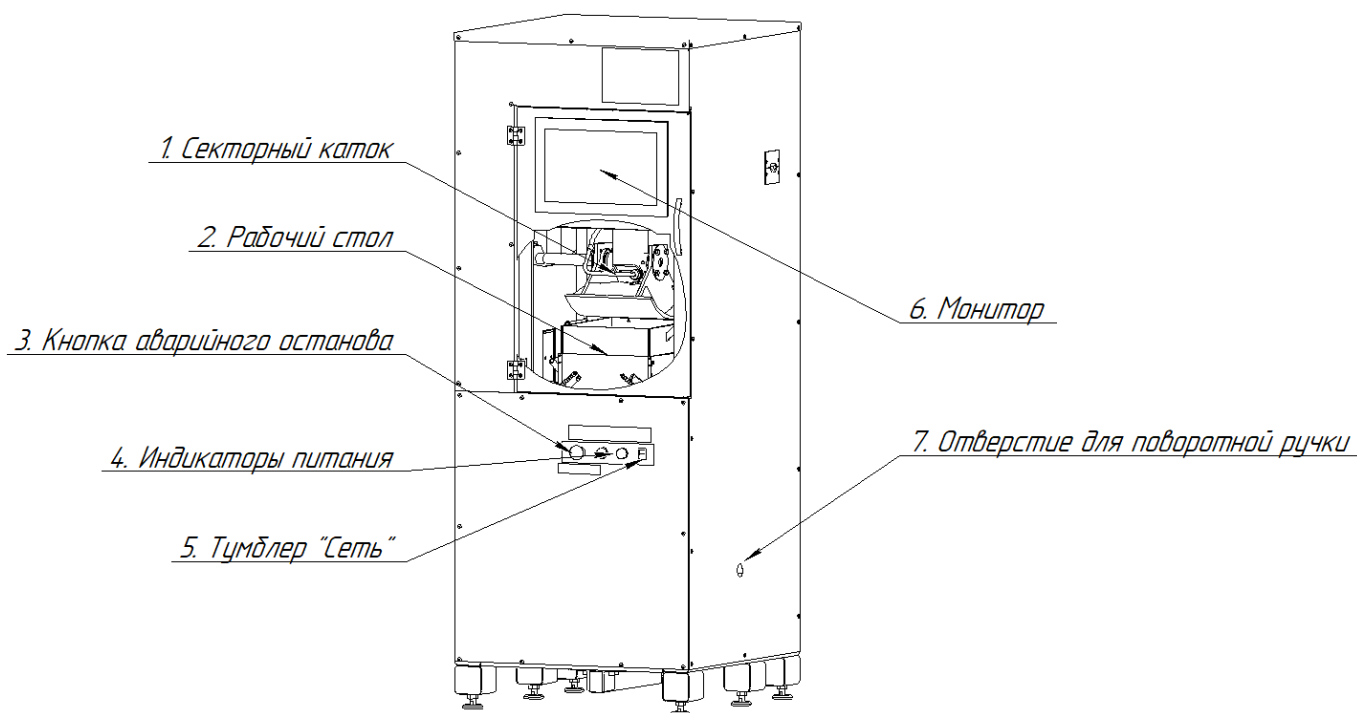

Рисунок 1 – Общий вид установки
- 3.3.3 Включить автомат и включить тумблер «Сеть». При этом загораются индикаторы питания (см. рисунок 1) и происходит загрузка управляющей программы.
- 6) режим работы установки непрерывный, после окончания работы аппарат выключается тумблером «Сеть» (см. рисунок 1);
4.4.2 Проверить, что кнопка аварийного останова отжата (см. рисунок 1, поз.3).